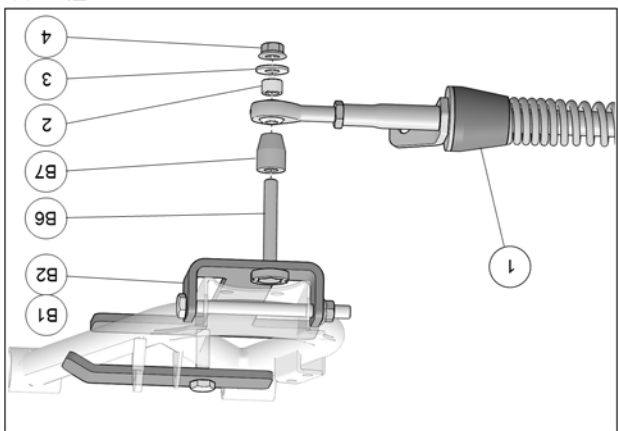

Fig. 12
10. Fixer le bras stabilisateur (1) à l'ancrage de suspension (B1-B2) à l'aide du boulon (B6), de l'espacer long (B7), de l'espacer court (2), de la rondelle (3) et de l'écrou autobloquant (4). Serrer à un couple de 70 N•m [52 lb•pi]. Voir la Fig. 12